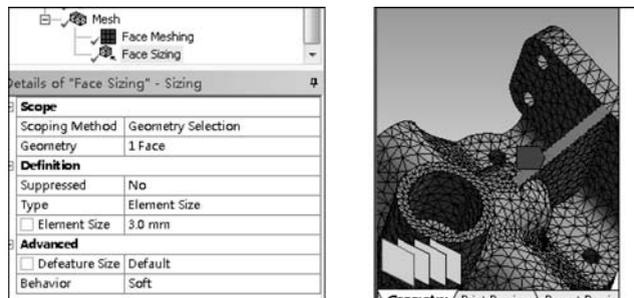

图 3.56 添加局部面网格尺寸控制
(5) 如图 3.56 所示, 选中加强筋面, 添加 Sizing 局部网格, 将 Element Size 修改为 3.0mm, 然后重新生成网格。